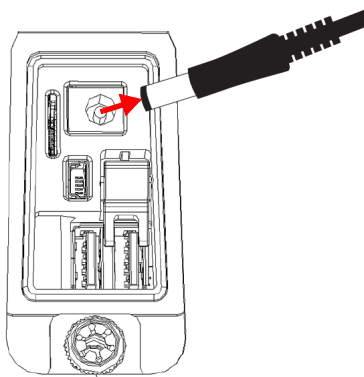

Рис. 3-19 Отсоединение блока питания пост. тока
4. При использовании адаптера питания переменного тока, отключите блок питания пост. тока от анализатора Vanta (см. Рис. 3-19 на стр. 71).